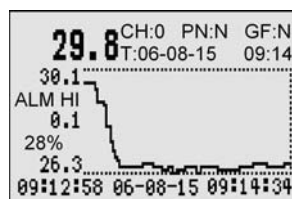

图 5.35
3.3.2.3 最小值：如图 5.35。该方式以测量值的最小值为关注重点，曲线靠下部显示；